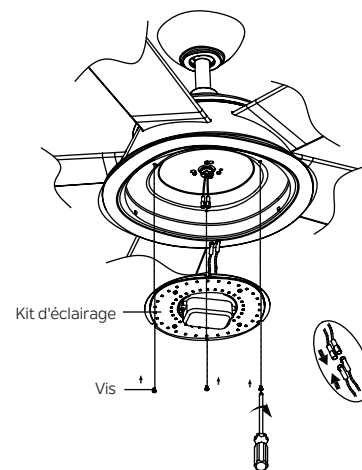
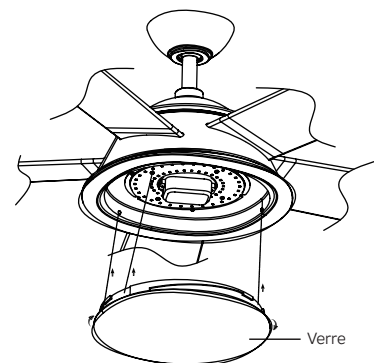

Fig. 20
Fig. 21
Étape 1. Tenez le kit d'éclairage près du boîtier de l'interrupteur et raccordez les fils BLANC du kit d'éclairage et du ventilateur en poussant les connecteurs ensemble. Suivez la même procédure avec les fils NOIRS. (Fig. 20)
Étape 2. Rentrez soigneusement les raccordements dans le kit d'éclairage. Fixez le kit d'éclairage au boîtier de l'interrupteur et serrez fermement à l'aide des trois (3) vis se trouvant dans le pack de matériel.
Étape 3. Fixez le verre au boîtier de l'interrupteur en le tournant dans le sens des aiguilles d'une montre, tournez le verre progressivement jusqu'à ce qu'il s'enclenche sur le boîtier de l'interrupteur. Ne pas trop serrer. (Fig. 21)